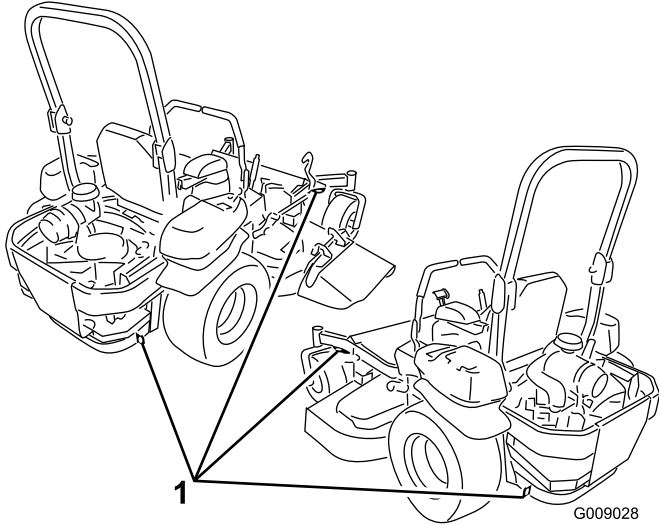

Bild 30
5. Befestigen Sie die Maschine mit den Metallbefestigungsschleifen und Riemen, Ketten, Kabel oder Seilen am Anhänger oder Pritschenwagen (Bild 30).